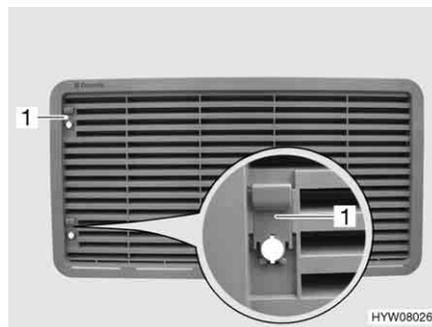

Fig. 191 Grelha de ventilação do frigorífico (com corredeira)
- Desloque para cima a corredeira (Fig. 191,1).